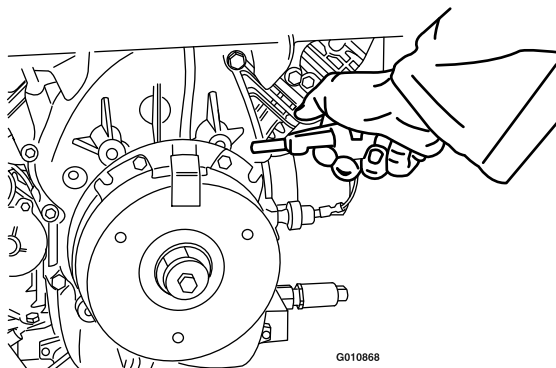

Figure 67
3. Soufflez de l'air comprimé sous le pôle et autour des entretoises du frein pour éliminer tout débris (Figure 67).